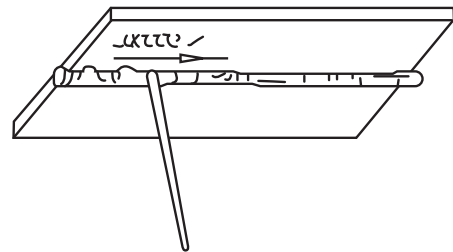

Figura 4
a. Incline el electrodo y avance oscilándolo según figura 4.